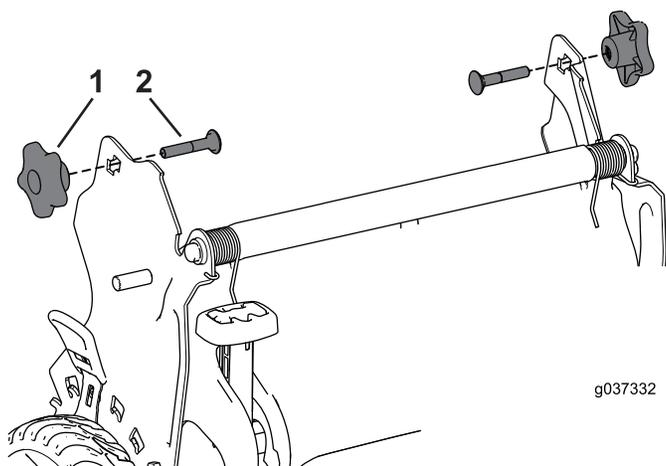

Figura 30
3. Inserte el perno de cuello cuadrado (con la cabeza del perno hacia el interior) a través del soporte del manillar y del orificio superior del extremo del manillar. Asegúrese de que los bordes cuadrados de cada perno de cuello cuadrado entre en el orificio cuadrado superior o inferior de su soporte del manillar relacionado (Figura 30).